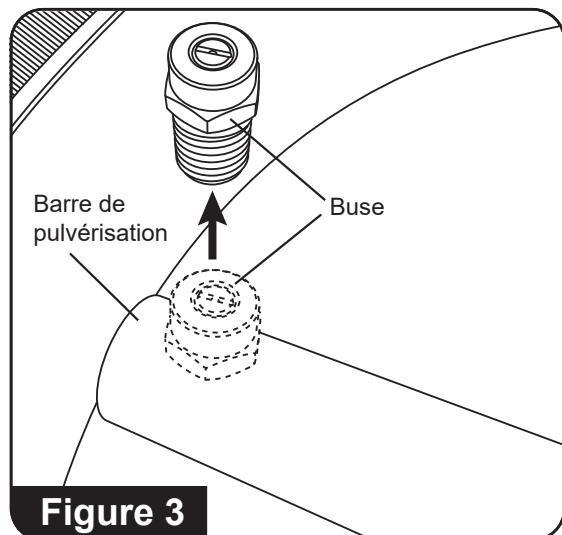

Figure 3
3. À l'aide d'une clé de 9/16 po (non incluses), retirez les deux buses de la barre de pulvérisation. (Consultez la figure 3)